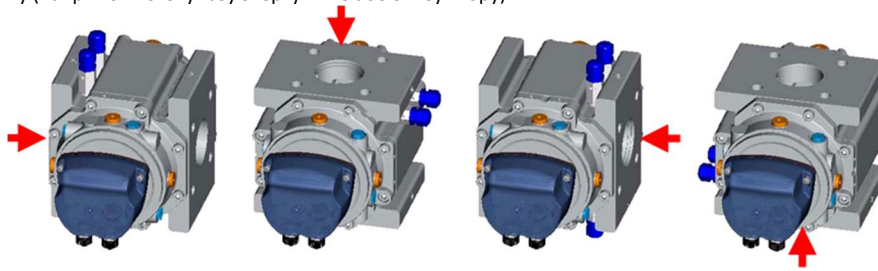

Рисунок 1. Робочі положення лічильників
- 1.6. Лічильники працюють у будь-якому робочому положенні (див. рис. 1):